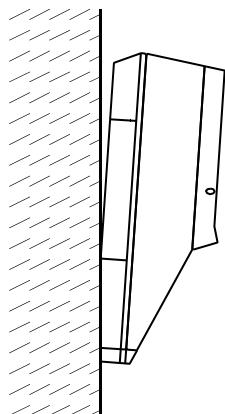

Abbildung 3.2
5.4.3 Wandmontage, 3° vertikal nach unten geneigt (Abb. 3.2)